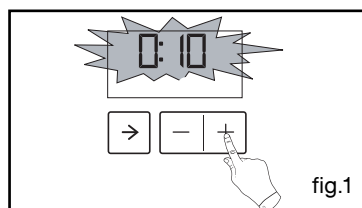

fig.1
- Réglez et validez l'heure de votre programmeur à 0h10 (fig.1).